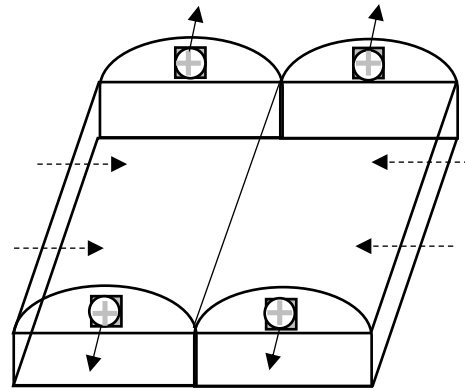

図2 換気扇の位置と風の流れ
1. 噴霧が開始されると、換気扇が連動して動く（高温時にはすでに強制換気されていることが多い）ことで、気化冷却に十分な量の空気が側窓から取り入れられ、ハウス内の空気は、妻面の換気扇から排出される（図 2）。